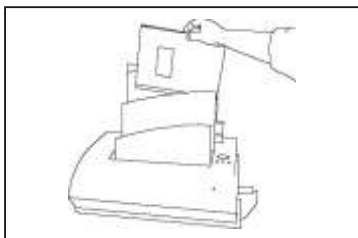

ABBILDUNG 4
6. Stellen Sie dann das gebundene Dokument in den Kühlständer (Abbildung 4). Nach ca. einer Minute können Sie das Buch aus dem Kühlständer nehmen und nach ca. fünf bis zwölf Minuten ist es voll belastbar.